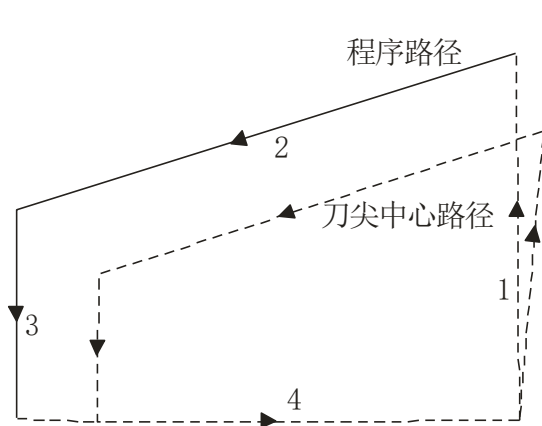
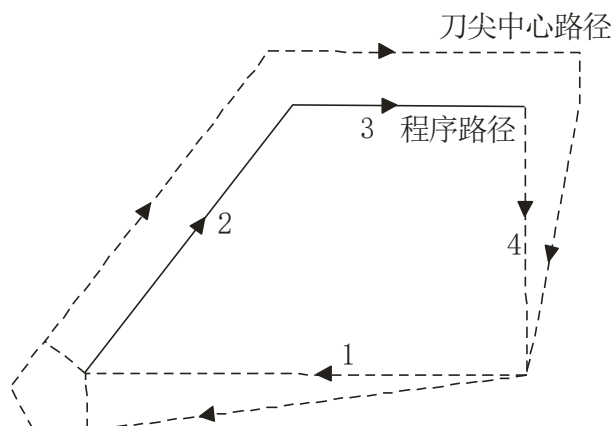

图 5-57 G90 刀尖半径补偿的偏置方向图
图 5-58 G94 刀尖半径补偿的偏置方向图
- 切削开始前建立之前的 C 补偿，图 5-57、图 5-58 中轨迹 1 将建立原先的半径补偿模式；
- 图 5-57、图 5-58 中轨迹 2、3 为带半径补偿切削；
- 图 5-57、图 5-58 中轨迹 4 将撤消半径补偿，回到循环起点；后面程序段中有 **G00**、**G01** 代码，CNC 又会将补偿模式自动恢复。